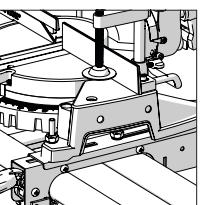

Fig. 11
- Empuje la parte trasera de los soportes hacia abajo para encajarlos sobre las barras transversales de la base de la sierra ingletadora. (**Fig. 11**)